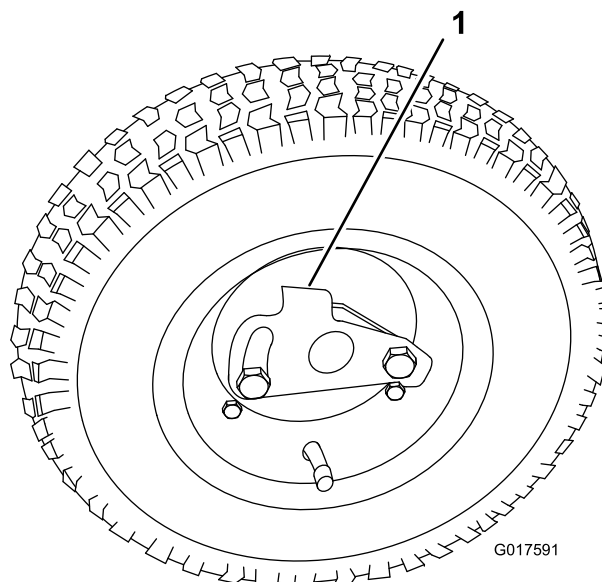

Figure 8
1. Glissez la roue sur l'essieu (Figure 8).
2. Faites pivoter le clip de verrouillage pour l'éloigner du centre de la roue et lui permettre de coulisser plus avant sur l'essieu (Figure 8).